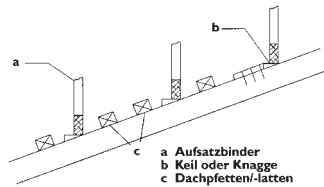

BILD 15: Befestigung der Aufsatzbinder auf dem Hauptbinder
6.5. Besonderheit bei der Montage von Aufsatzbindern BILD 15